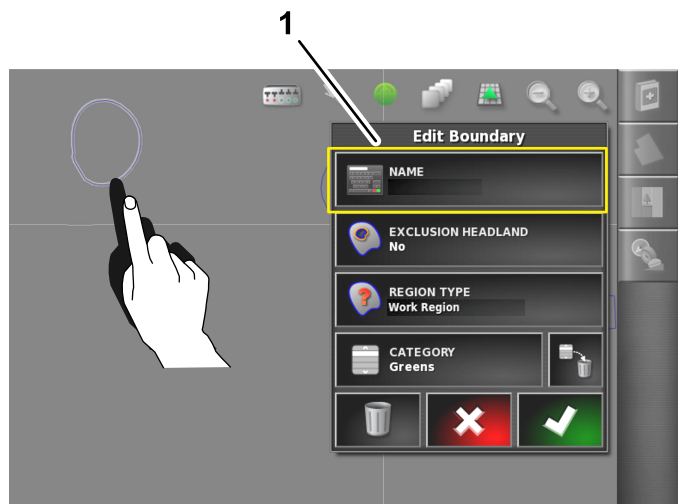

Figura 57
2. Remova o dedo do ecrã. Será aberta a caixa de diálogo “edição de limite” (Figura 57).